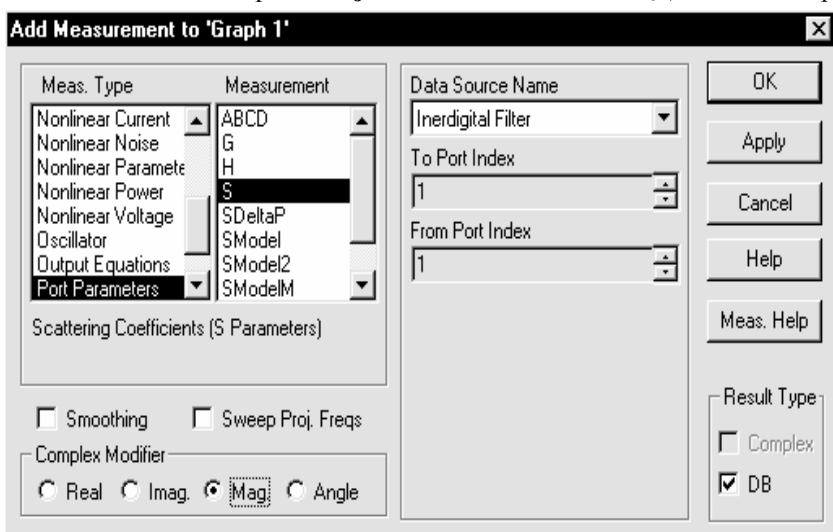

Рис. 4.18
**Measurement** на панели инструментов. Откроется диалоговое окно **Add Measurement** (рис. 4.18).